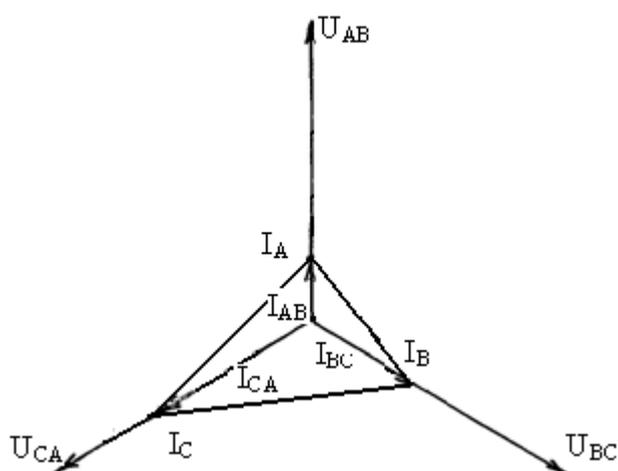

Рисунок 26 – Векторная диаграмма
9. Векторная диаграмма напряжений и токов (рис. 26).